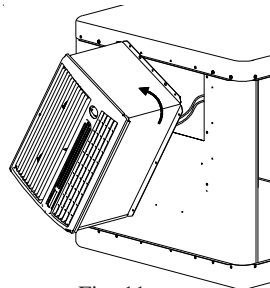

Fig. 11
3. Dé vuelta al conducto 90 grados a la izquierda (véase Fig 11). Tenga cuidado cuando da vuelta al conducto que no desconecta ni hace daño a los cables eléctricos que todavía están conectadas con el control y el panel delantero.